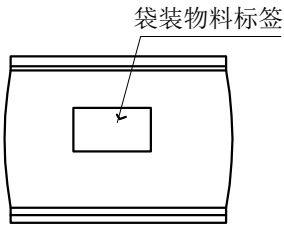

图2
- 1: 如图2, 袋装后贴上物料标签, 每小袋装250pcs。